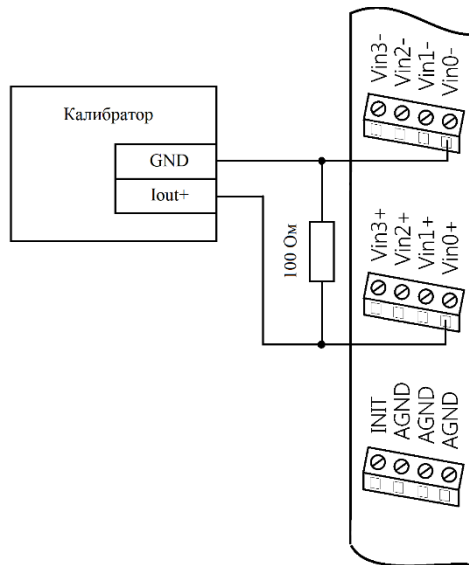
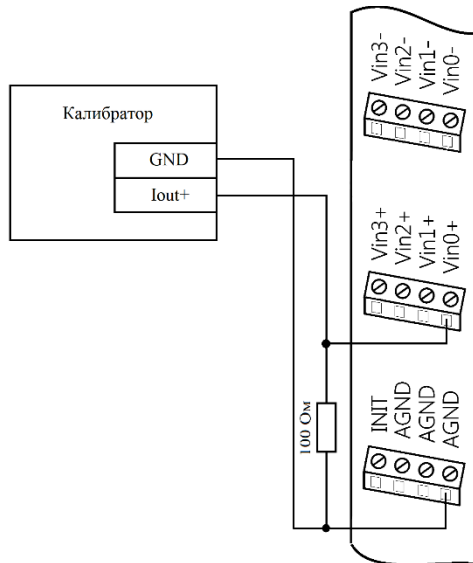

Рис. 4.3. Соединение приборов для юстировки токового диапазона в дифференциальном режиме модуля NLS-8AI-Ethernet(-2P)
Рис. 4.4. Соединение приборов для юстировки токового диапазона в одноканальном режиме модуля NLS-8AI-Ethernet(-2P)
- подключите параллельно входу модуля резистор (для дифференциального режима - в соответствии с рис. 4.3, для одиночного режима - в соответствии с рис. 4.4) сопротивлением 100 Ом с ТКС не хуже